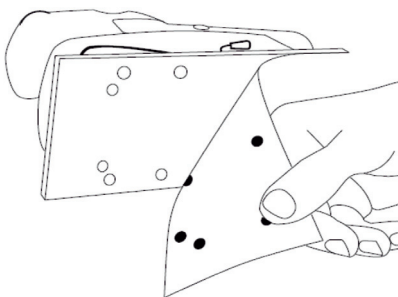

Рис. 2
3. Приложите абразивный лист (115х145мм, 8 отверстий) к подошве, совместив отверстия на абразивном листе с отверстиями на подошве (Рис. 2).
2. Приложите абразивный лист (115х107мм, 8 отверстий) к подошве, совместив отверстия на абразивном листе с отверстиями на подошве (Рис. 2)